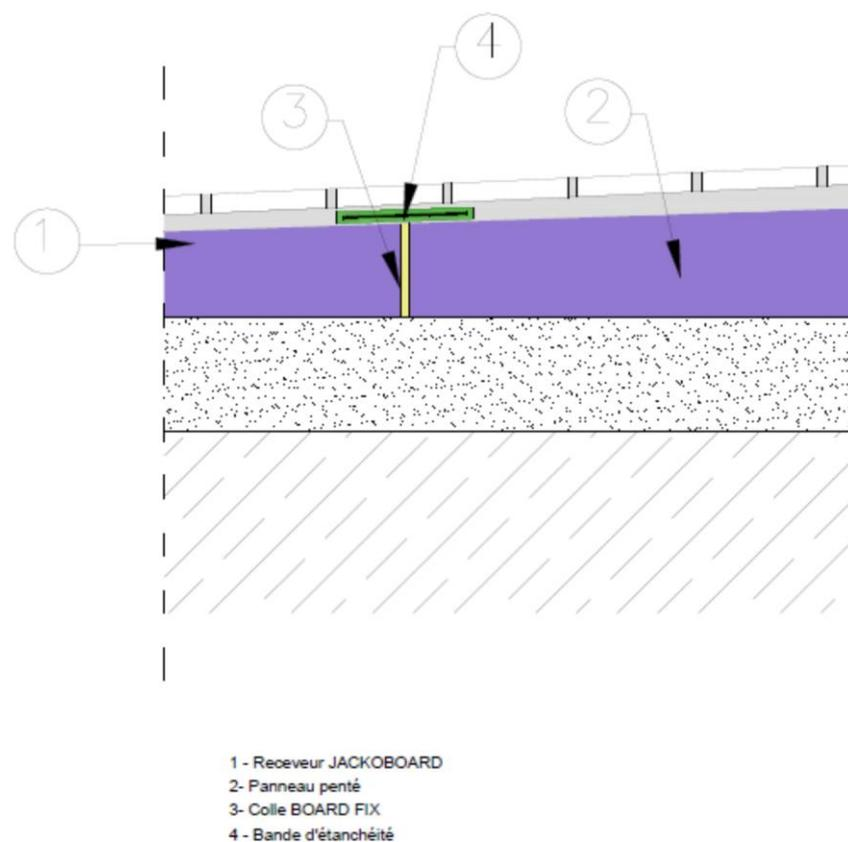

Figure 9 - Jonction receveur-panneau penté
2.4.1.3. Collage des panneaux pentés (figure 9)
2.4.3.1.3. Jonction entre le receveur et le panneau penté (cf. figure 9)